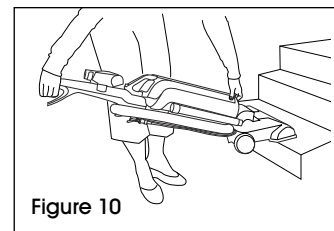

Figure 10
1. Soulevez l'aspirateur par la poignée pour le nettoyage d'escalier et placez-le sur l'escalier. Nettoyez de l'avant vers l'arrière de la marche. Ne laissez jamais l'aspirateur sur les marches lorsqu'il n'est pas utilisé. (Voir Figure 10)